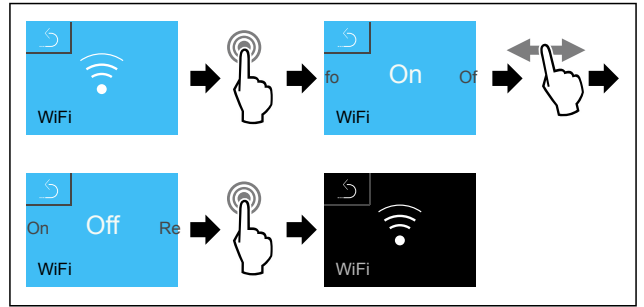

Fig. 97
- ▶ Hajtsa végre a művelet lépéseit (lásd Fig. 97).